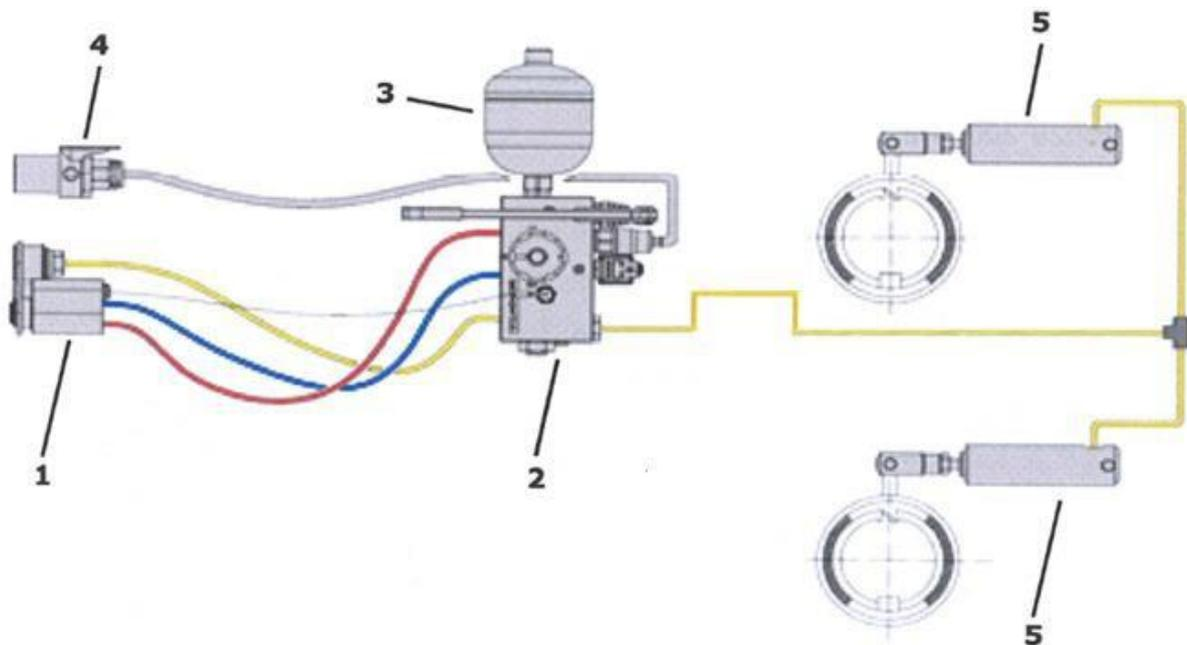

Abbildung 14. Schema der hydraulischen Bremsanlage
Die Bremsanlage (Abbildung 14) der Maschine ist mit einem automatischen Bremsventil (2) mit Akku (3) und einfachwirkenden Zylindern (5) ausgestattet. Der Schlepper ist über die Zweileiter-Bremsanschluss (1) und den elektrischen Anschluss (4), der das Ventil steuert, mit der Maschine verbunden. Der Bremsanschluss ist über die Haupt-, Hilfs- und Rücklaufleitung mit dem Automatikventil (2) verbunden. Der Akku (3) wird durch das hydraulische Signal von der Hilfsleitung und durch das elektrohydraulische Ventil gesteuert. Bei Signalausfall der Hilfsleitung oder des elektrohydraulischen Ventils leitet das Ventil den Druck vom Akku auf die Bremsen um.